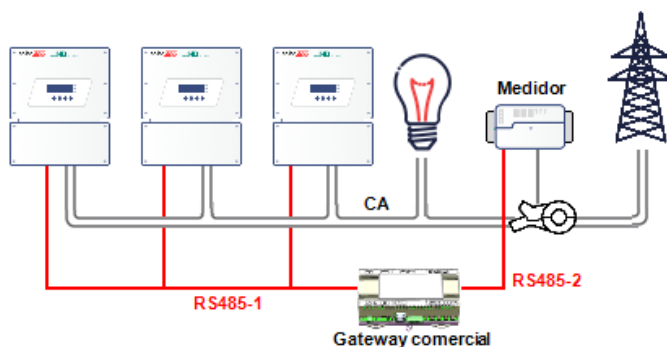

Figura 6: Conexão de vários inversores com o gateway comercial e o medidor
- O medidor é conectado a uma das entradas RS485 de um gateway comercial. A segunda entrada RS485 do gateway comercial pode ser usada para criar um barramento RS485 para comunicação entre os inversores. Essa opção é ilustrada em *Figura 6*.